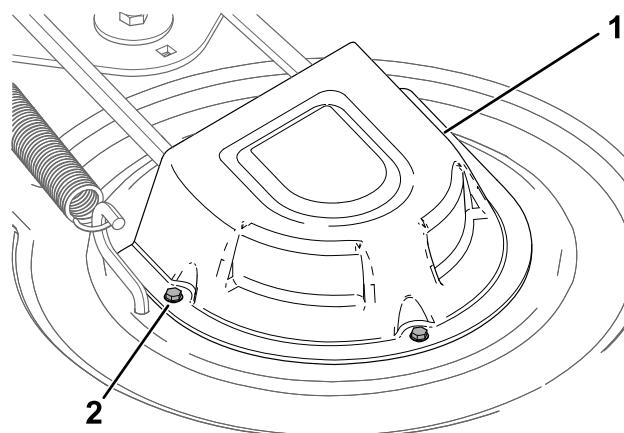

Figure 53
- Desserrez les vis et déposez le couvercle des poulies (Figure 53).